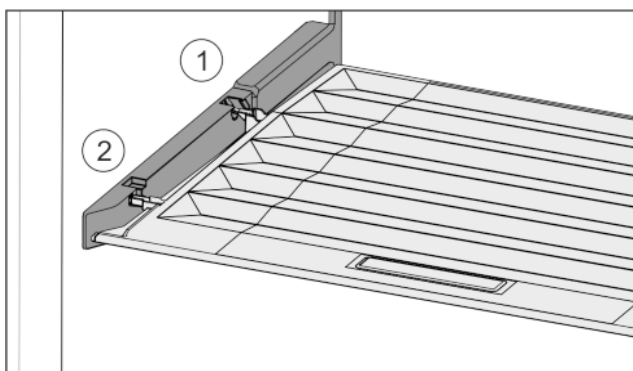

Fig. 36
- ▶ Výstupky veka zaved'te cez otvor zadného držiaka Fig. 36 (1) a zaistite vpredu v držiaku Fig. 36 (2).